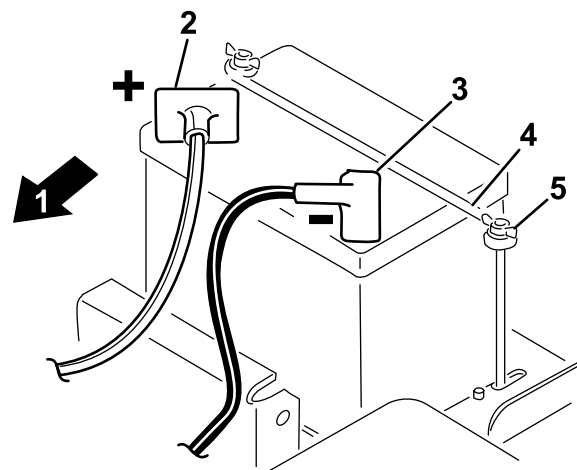

Figura 3
1. Monte la batería detrás del asiento con los terminales de la batería orientados hacia la parte delantera de la máquina (Figura 3).
2. Conecte el cable positivo (rojo) de la batería desde el solenoide del motor de arranque al borne positivo (+) de la batería (Figura 3). Sujételo con un perno de cuello cuadrado y una tuerca.
5. Instale la abrazadera de la batería y las arandelas y fije todo con las tuercas de orejeta (Figura 3).